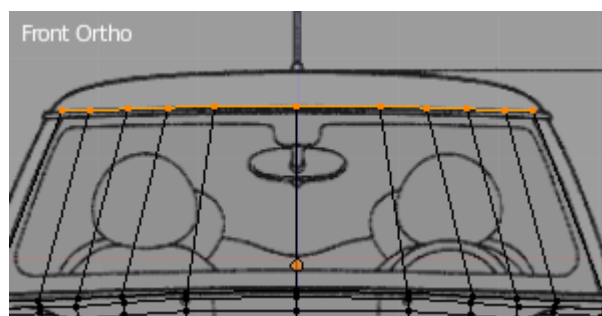

Figura 4.49
49. Verifique o correcto alinhamento do contorno na janela Front Ortho, e, se necessário, proceda a ajustes de posicionamento de cada um dos vértices, figura 4.49.